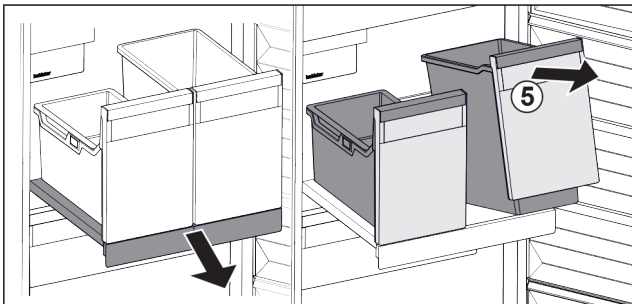

Fig. 84
- ▶ Soulever les bacs Fig. 84 (5) par l'avant.